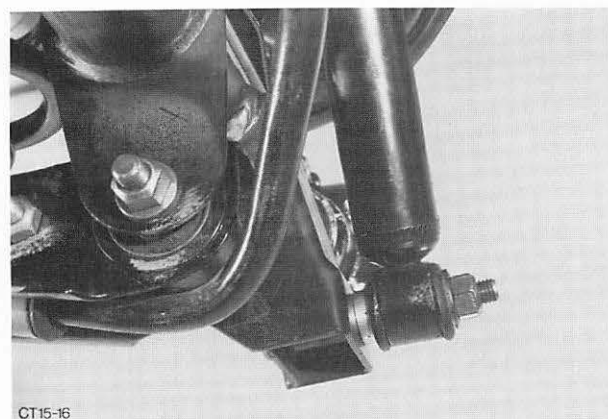

Abb. 21 Befestigung – Stoßdämpfer an Hinterachse
6. Hinterachse etwas anheben und Stoßdämpfer von der Achse abbauen (je 1 Bolzen mit Mutter, je eine Distanzscheibe). Abb. 21.